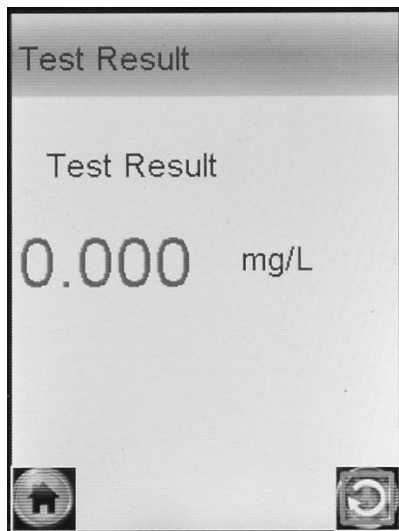

Рисунок 12 – Предъявление результата измерения
2.7.10 После того как проба воздуха отобрана, и произведен анализ, на дисплее предьявляется результат измерения массовой концентрации паров этанола (алкоголя) в отобранной пробе выдыхаемого воздуха: числовое значение и обозначение единицы измерения «mg/L» (рисунок 12).